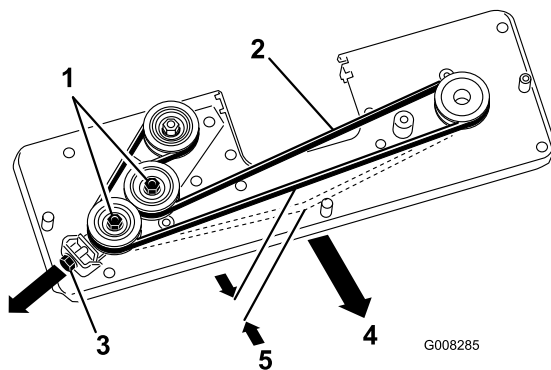

Bild 37
4. Lösen Sie die zwei Sechskantmutter auf der Antriebsscheibe (Bild 37).
5. Stellen Sie die M10-Mutter so ein, dass sich der Riemen 5 mm mit einer Spannung von 30 N bewegt (Bild 37).